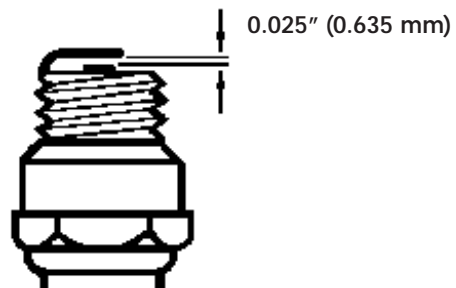

Fig. 25
1. L'écartement de bougie = 0,635 mm (0,025 po) (Fig. 25).